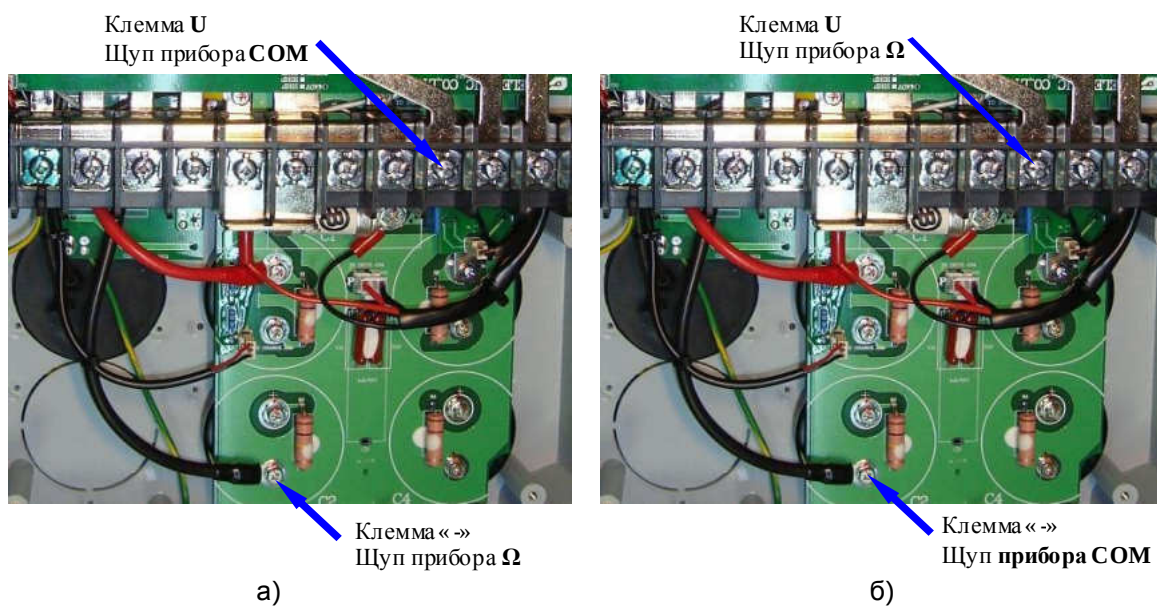

Рис.4.12. Диагностика модуля IGBT относительно клеммы «-».
4.8.4. Аналогично п. 4.8.2 проверить выходные цепи «-»-U, «-»-V, «-»-W и «-»-PR (защитный диод ключа торможения) в соответствии с рис.4.12. Показания прибора в цепях в цепях «-»-U, «-»-V, «-»-W при прямой проводимости не должны отличаться более чем на 10%. Модуль, не удовлетворяющий этому требованию, считается неисправным.
Расположение клеммы «->» показано на рис.4.12,